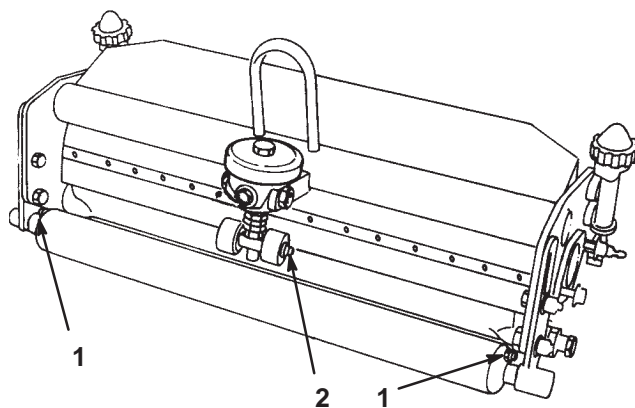

Figure 11
4. Graissez les points de pivot (Fig. 11).